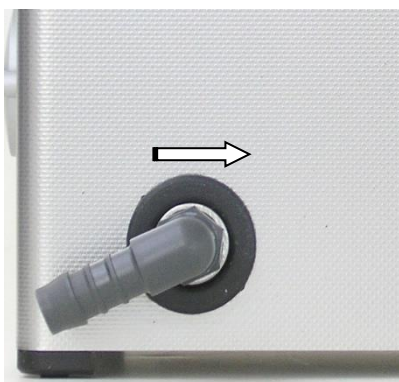

Imagen 5.1.2 Boquilla de desagüe
3. Gire la boquilla de manguera hasta la dirección de desagüe deseada (*ver Imagen 5.1.2*).